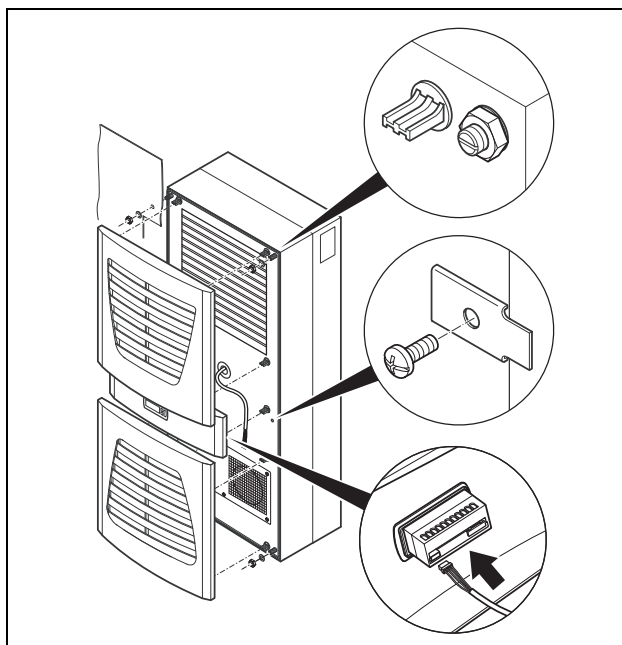

Рис. 18: Крепление кондиционера
- При необходимости дополнительно закрепите устройство с помощью прилагаемых крепежных пластин, как показано на рис. 18.